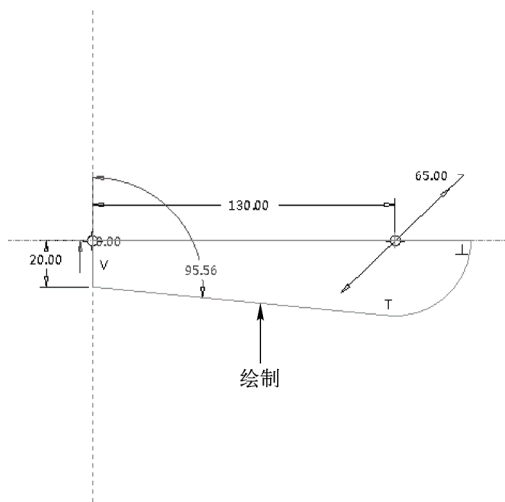

图 17-3 绘制草绘截面一
STEP 02 弹出“草绘”对话框,选择“TOP”基准平面作为草绘平面,接受默认的草绘视图方向和参考,单击“草绘”按钮,进入草绘环境,单击“草绘”选项卡中的相应按钮,绘制草绘截面,如图 17-3 所示。